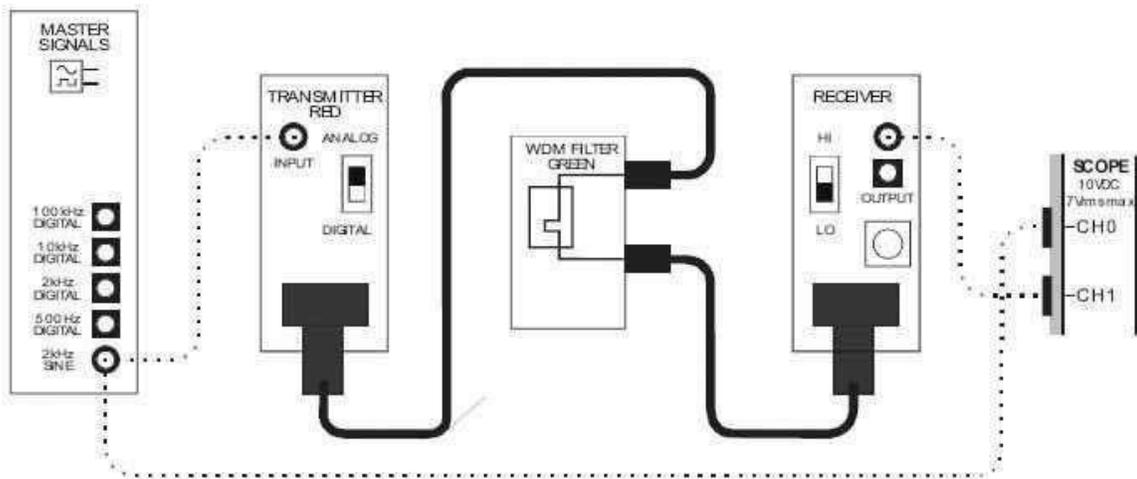

Figura 3
6. Cambiar el circuito, como se muestra en la Figura 3, sustituyendo el filtro WDM rojo por verde